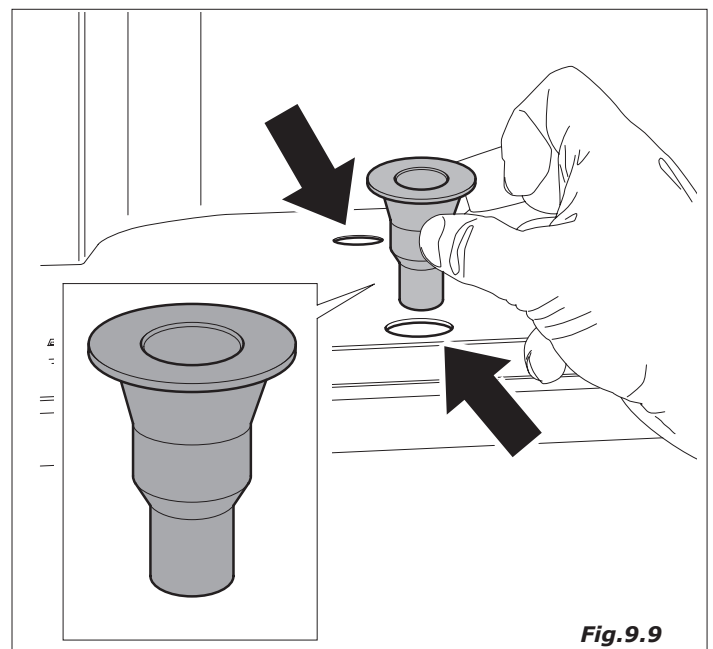

Fig.9.9
- Posicionar los dos embudos suministrados con el aparato, en los dos agujeros predispuestos en la base (Fig.9.9).